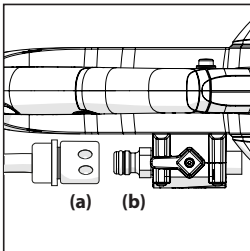

Abb. 6a & b
- Schieben Sie das Schlauchverbindungsstück (Abb. 6a) auf den Schlauchadapter des Wasserventils (Abb. 6b). Indem es mit einem Klick einrastet, ist das Schlauchverbindungsstück gesichert.